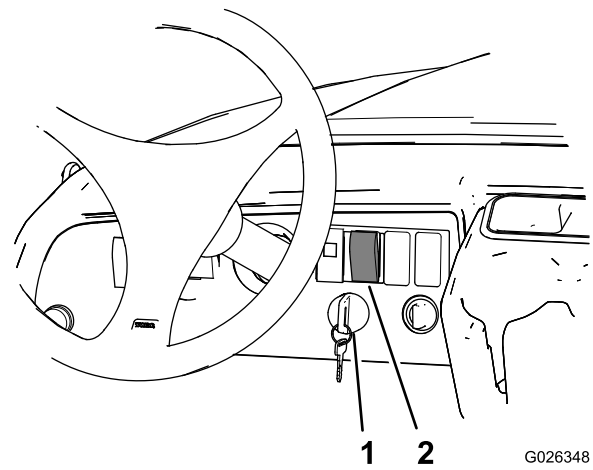

Figura 22
3. Gire el interruptor de encendido a la posición de Conectado (Figura 22).
4. Presione la mitad superior del interruptor de elevación de la caja de carga hasta que el actuador de la caja de carga esté completamente extendido (Figura 22).
5. Gire el interruptor de encendido a la posición de Desconectado (Figura 22).